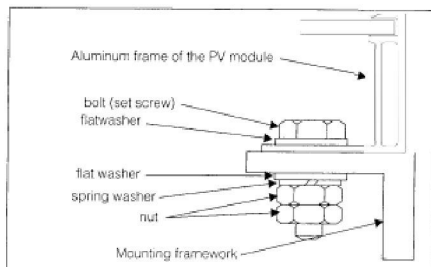

Рис. 1 Монтаж на раме (Ссылка)
- > Модули должны быть надежно закреплены на монтажной структуры, используя четыре точки крепления для нормальной установки. Если ожидается сильный ветер и сне, то необходимо использовать дополнительные точки крепления. Смотрите на рисунке ниже(Рис.1).